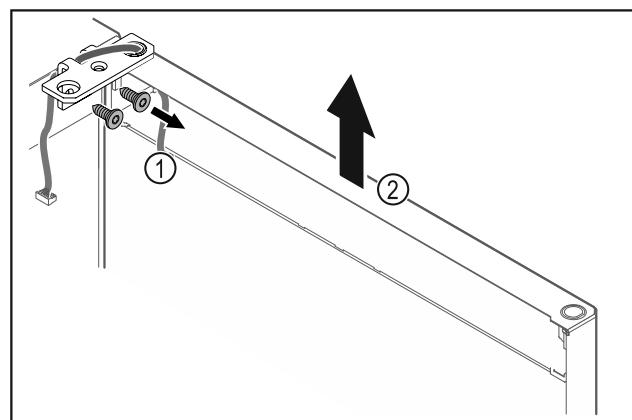

Fig. 17
- ▶ Scharnierwinkel Fig. 17 (1) abschrauben.
- ▶ Tür inklusive Scharnierwinkel Fig. 17 (2) circa 200 mm gerade nach oben heben und abnehmen.